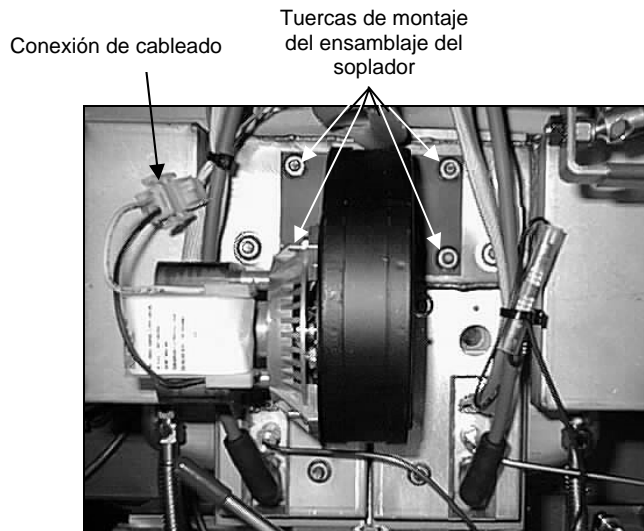

Figura 1
1. Desconecte el haz de cables del soplador y quite las cuatro tuercas de montaje del soplador. (Vea la Figura 1 en la página siguiente)